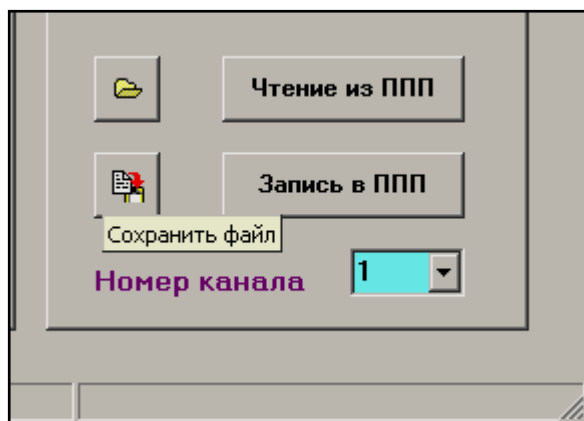
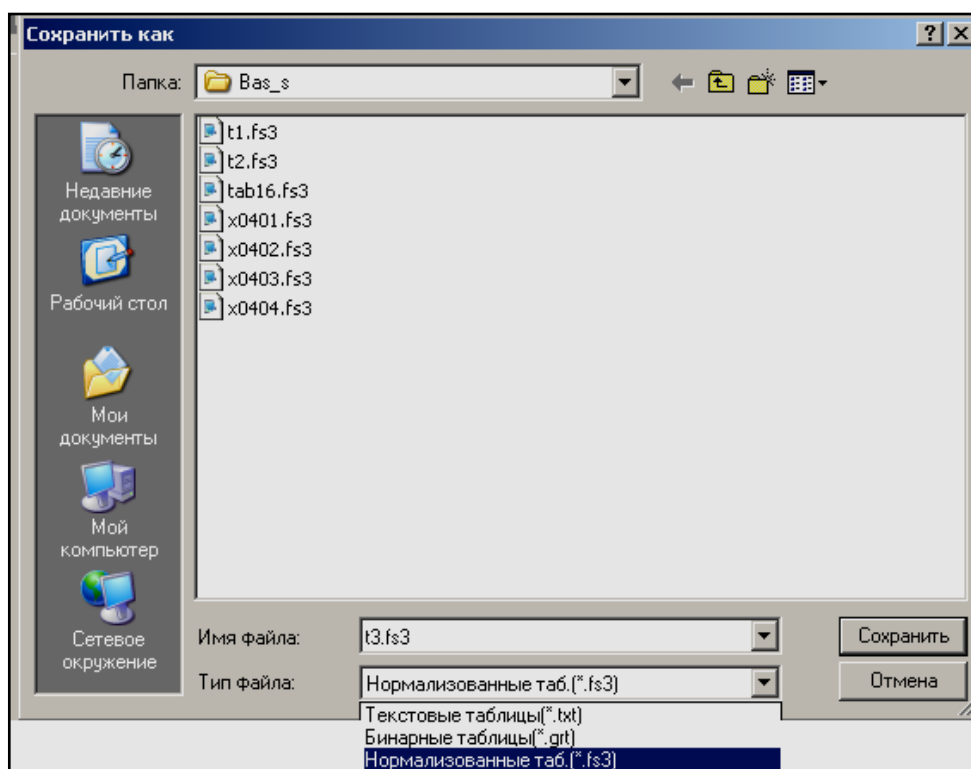

Рисунок 3.15
Рисунок 3.16
3.6.1 Нажать на кнопку «Сохранить файл» (рисунок 3.15). На экране появится форма «Сохранить как» (рисунок 3.16).